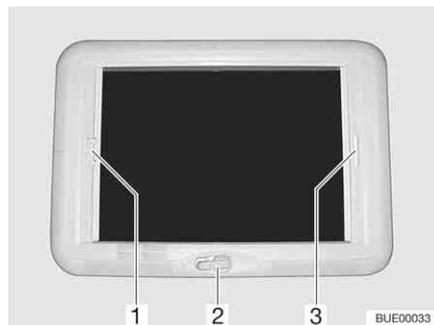

Fig. 123 Lanterneau à manivelle
- Tourner la manivelle (Fig. 123,2) jusqu'à ressentir une résistance.
Fermer : ■ Tirer la poignée du dispositif occultant plissé (Fig. 123,3) et le relâcher lorsqu'il a atteint la position voulue. Le dispositif occultant plissé reste alors à cette position.
Fermer : ■ Tirer sur la poignée (Fig. 123,1) de la moustiquaire jusqu'à toucher la poignée du dispositif occultant plissé (Fig. 123,3) située vis-à-vis et la faire s'enclencher.
Ouvrir : ■ Appuyer sur la poignée de la moustiquaire (Fig. 123,1) vers l'arrière et le haut et décrocher la moustiquaire du dispositif occultant plissé (Fig. 123,3).